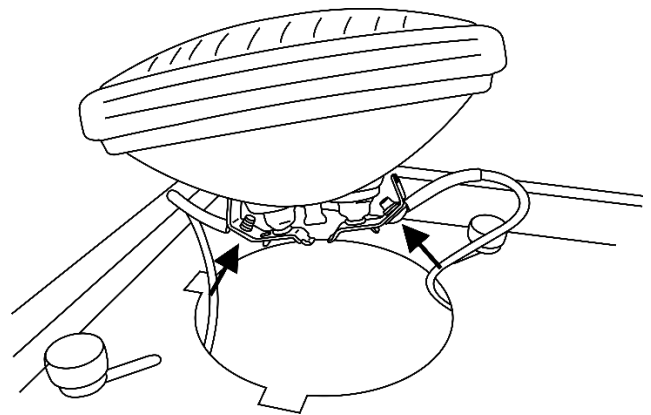

Fig. 06
- 06) Togliere i 2 cavi e usando le viti reinserirli sulla parte posteriore della lampada. Mettere la lampada nell'alloggiamento (Fig. 06).